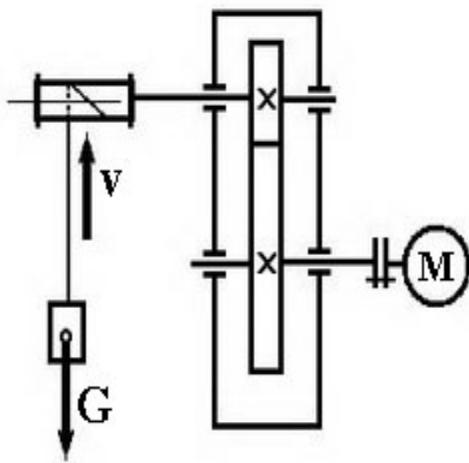

Рис. 1
3. Лебедка состоит из цилиндрической передачи и барабана (Рис. 1), к которому посредством троса прикреплен груз $G = 1000\text{Н}$. Определить требуемую мощность P_m электродвигателя лебедки, если скорость подъема груза должна составлять $v = 4\text{м/сек}$. КПД барабана лебедки $\eta_b = 0,9$, КПД цилиндрической передачи $\eta_u = 0,98$